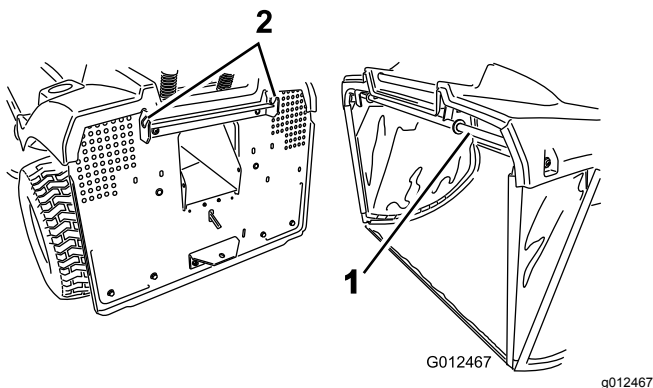

Bild 39
1. Hängen Sie die obere Stützleiste in die zwei Kerben in der Stützhalterung am Heck der Maschine ein (Bild 39).